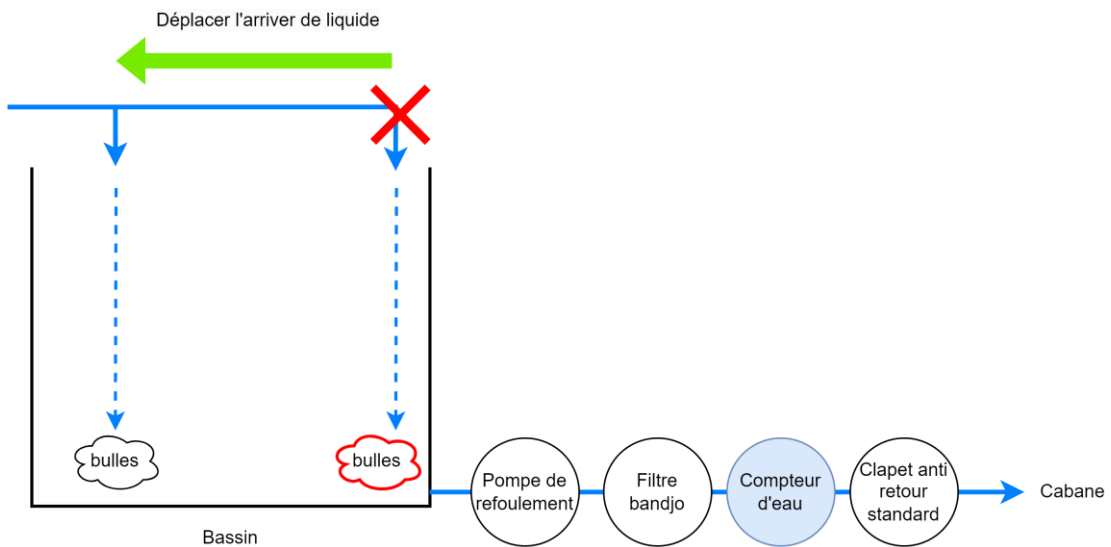

Figure 9: Déplacer l'arrivée de l'eau d'étable pour éviter la formation de bulle à l'aspiration de la pompe
- Déplacer l'arrivée d'eau d'étable pour éviter qu'elle ne s'écoule au niveau de l'aspiration de la pompe de refoulement à la sortie du bassin (voir figure 9 – ci-dessous)